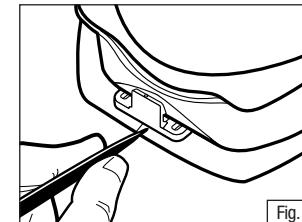

Fig. 2
3. Cuidadosamente trace una marca en la superficie de la parte de la mandíbula a lo largo de la parte trasera y rodeando el lado circular del pestillo. (Fig. 2)